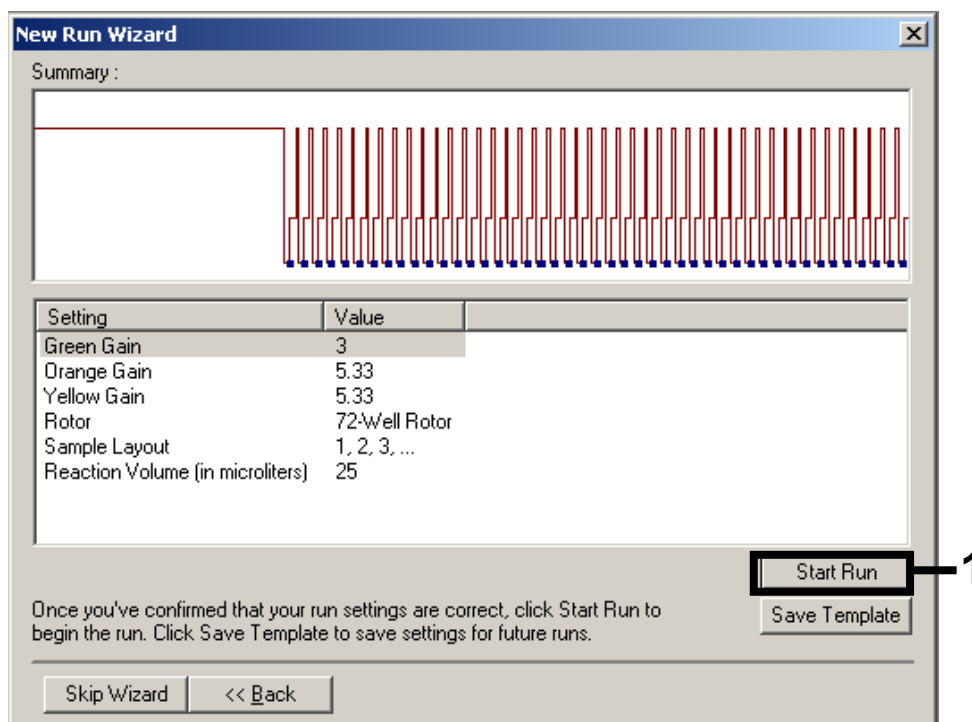

Figura 9. Avvio del processo.
11. I valori del gain determinati con la calibrazione del canale sono salvati automaticamente e sono elencati nell'ultima finestra del menu della procedura di programmazione (Figura 9). Cliccare su "Start Run" (Avvio processo).